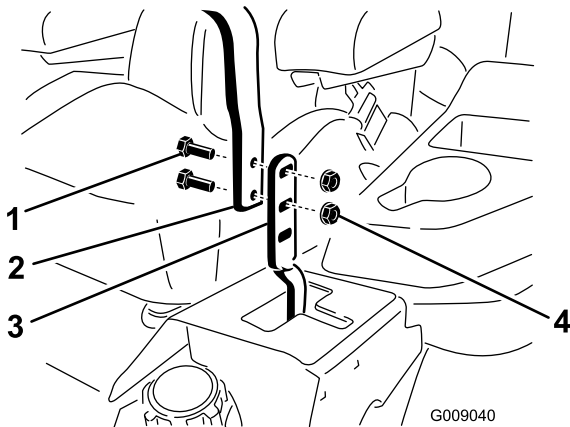

Figura 79
3. Afloje los pernos y las tuercas con arandela prensada de las palancas (Figura 79).